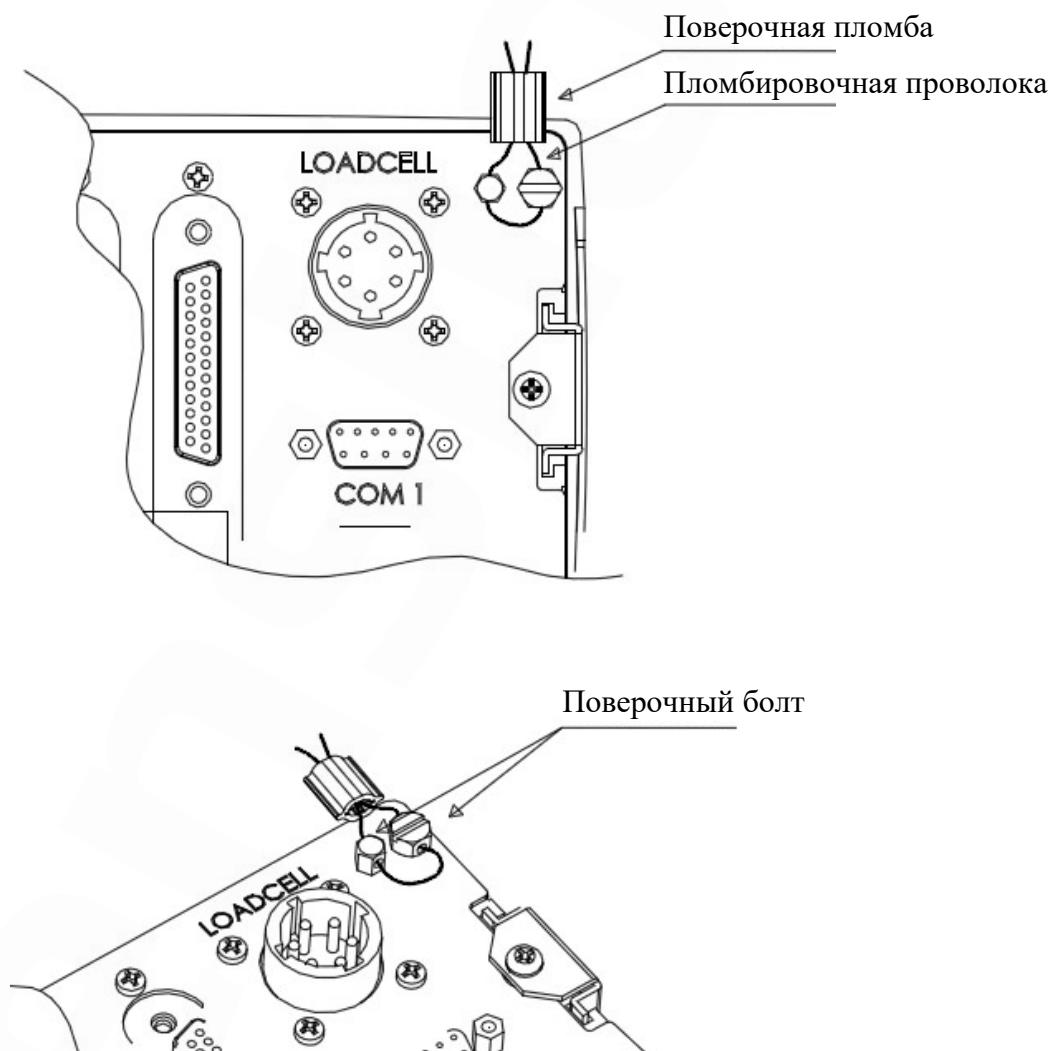

Рисунок 8.1 Соединитель JP1
- Снимите элементы корпуса, насколько это необходимо для доступа к плате, показанной на рисунке 8.2. В том числе для этого необходимо выкрутить поверочный болт, расположенныйный на задней стенке индикатора (см. рисунок 8.1). Будьте внимательны: повреждение элементов пломбирования означает несанкционированный доступ к метрологическим настройкам весоизмерительной системы.